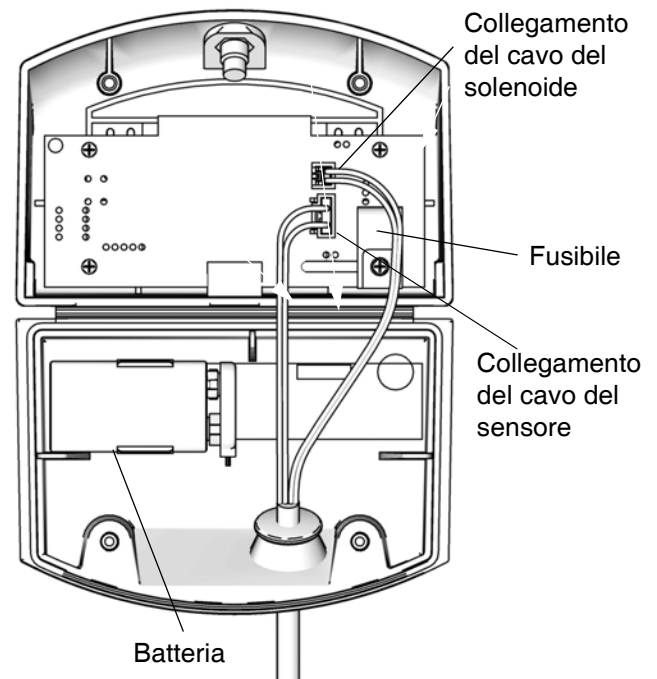

FIG. 20. Posizione del fusibile e della batteria del DataTrak
5. Scollegare la batteria usata e sostituirla con una batteria approvata. Vedere FIG. 20.